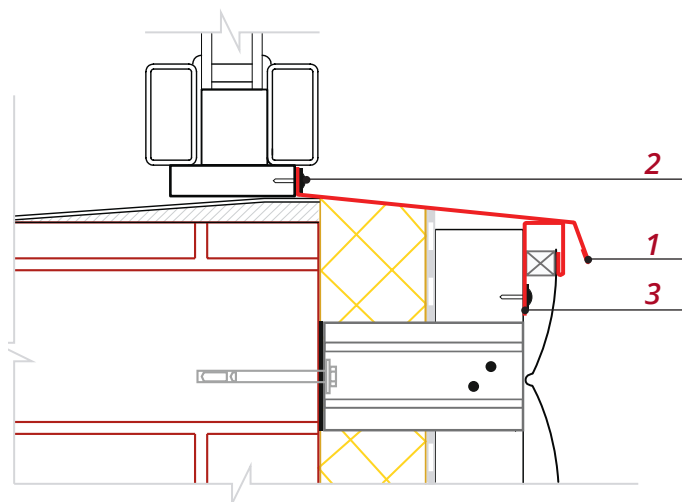

Рис. 14
■ Установите П-образную планку **3** по всей ширине оконного проема, как показано на *рис. 14*.